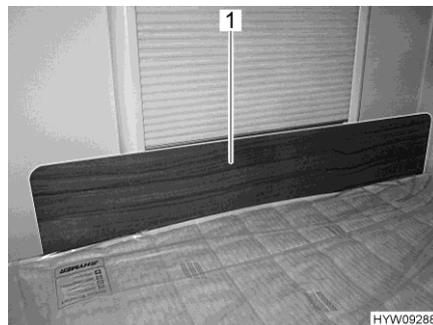

Fig. 86 Cache de protection/protection antichute
- Placer le cache de protection (Fig. 86,1) devant la fenêtre entre le matelas et le cadre de la fenêtre. Le matelas maintient le cache de protection dans sa position devant le cadre de la fenêtre.